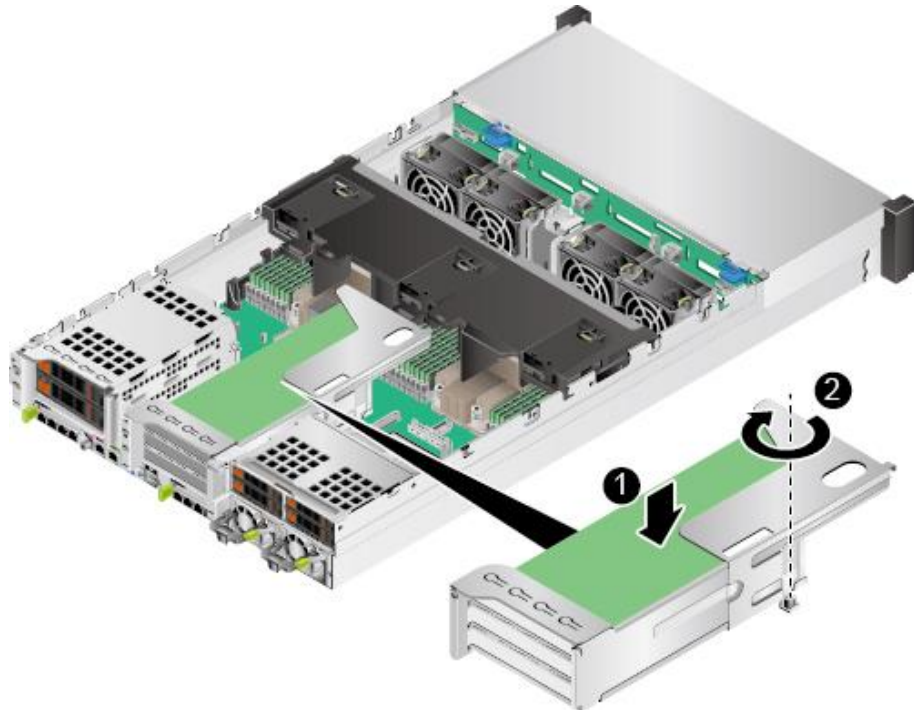
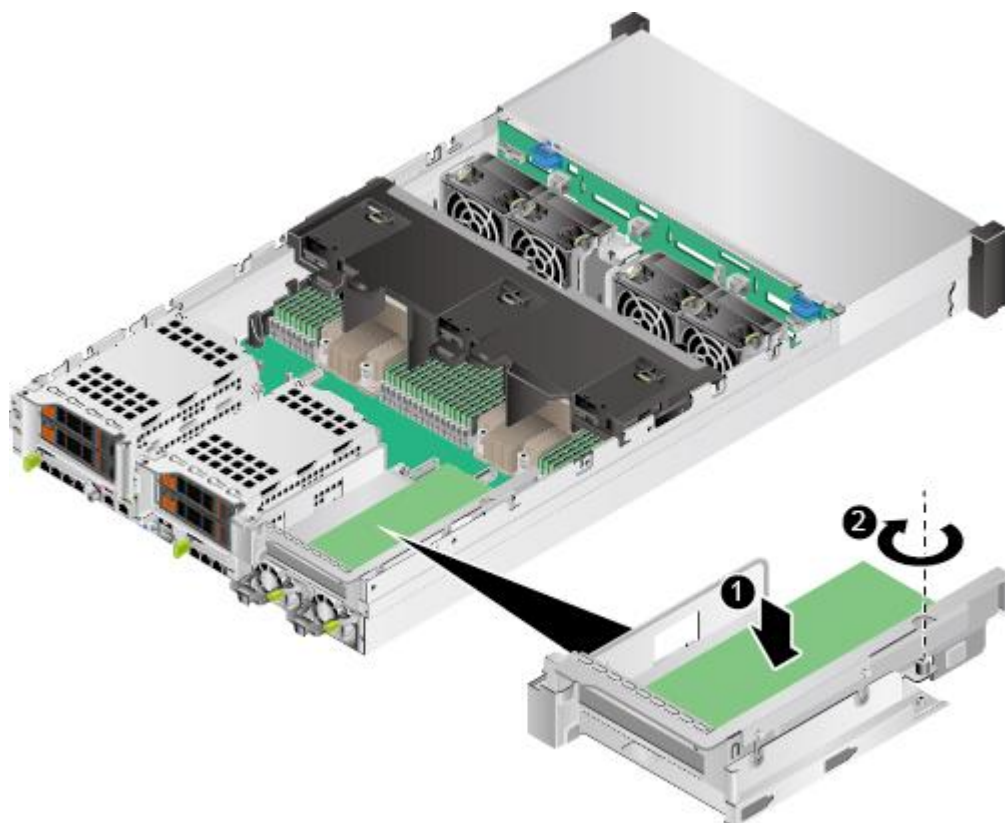

图 3-26 安装 Riser 卡托架（1）
图 3-27 安装 Riser 卡托架（2）
9. 向下放入 Riser 卡托架，并拧紧支架的固定螺钉，如图 3-26 和图 3-27 所示。